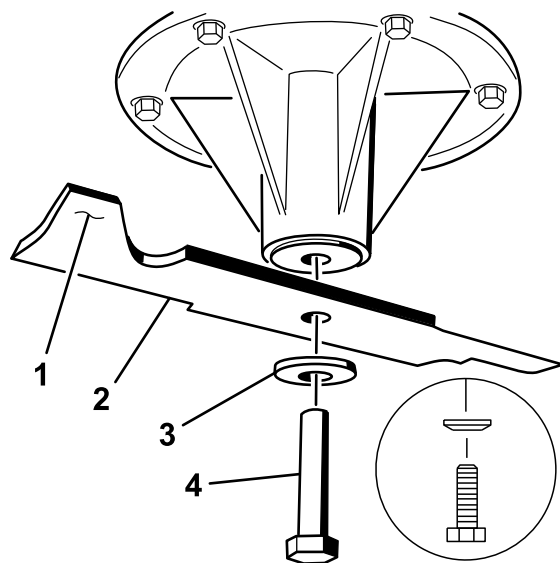

Figure 108
1. Placez la lame sur l'axe (Figure 108).
2. Installez la rondelle élastique et le boulon de la lame (Figure 108).